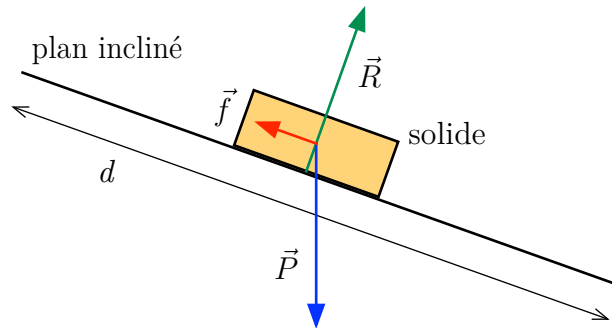

FIGURE 4.4 – Descente sur un plan incliné
**Exemple 4.1** Un solide descend un plan incliné de longueur  $d$ . Il est soumis à trois forces : son poids  $\vec{P}$ , la réaction  $\vec{R}$  du plan incliné et la force de frottement  $\vec{f}$  (figure 4.4).